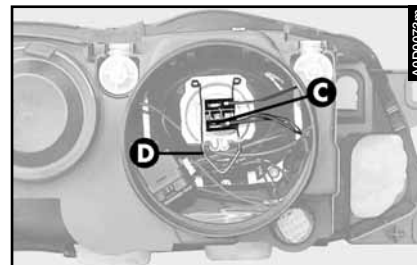
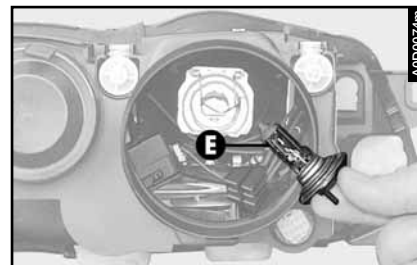

fig. 40
fig. 41
- desenchufar el conector (C- fig. 40) colocado a presión;
- desenganchar el muelle (D);
- sacar la lámpara (E- fig. 41).